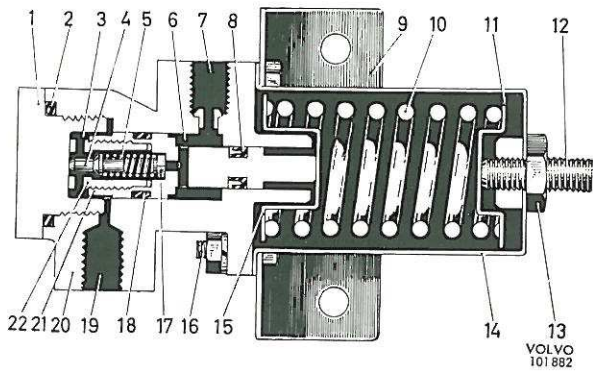

Figure 45. Limiteur-répartiteur de freinage, construction
La construction du limiteur-répartiteur de freinage ressort de la figure 45 et son fonctionnement est le suivant:
Lorsqu'on appuie sur la pédale de frein, la pression hydraulique développée dans le maître cylindre est communiquée au répartiteur par le raccord (7, figure 45). L'huile sous pression traverse le cylindre (6) et les soupapes (17 et 4) pour se diriger vers le cylindre
(3) avant de passer par le raccord (19) pour de diriger enfin vers les cylindres récepteurs des roues arrière, voir figure 45. La pression hydraulique par unité de surface est la même sur les différentes parties du piston (21) mais, du fait que la surface du piston soumise à la pression est plus grande dans le cylindre